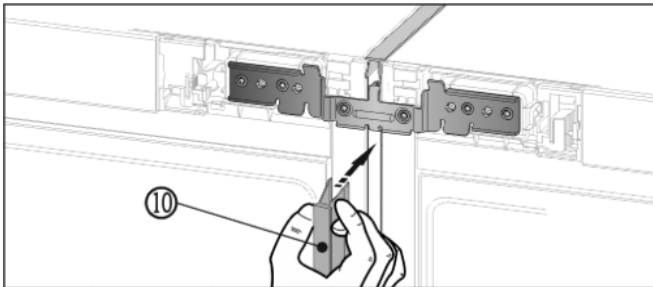

Fig. 14
- ▶ Auf der Vorderseite die lange Abdeckleiste Fig. 14 (10) in den vertikalen Spalt drücken. Darauf achten, dass die Leiste auf dem Verbindungsblech aufsteht.